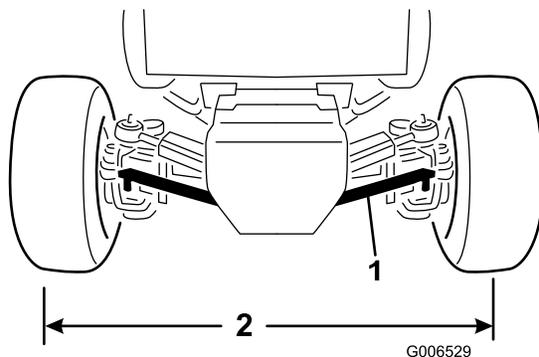

図 58
2. タイロッドのボール・ジョイントの1つをアクスルのブラケットに固定しているナットを外してボール・ジョイントをアクスルから外す (図 58)。
4. 右タイヤの中心線からと左タイヤの中心線までの距離が、タイヤの前後で等しくなるように、タイ・ロッドのボール・ジョイントを内側または外側に回して調整する (図 58)。